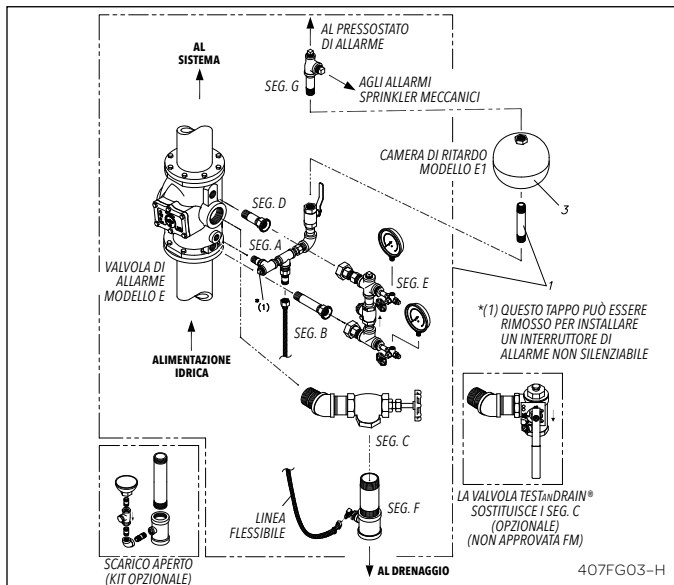
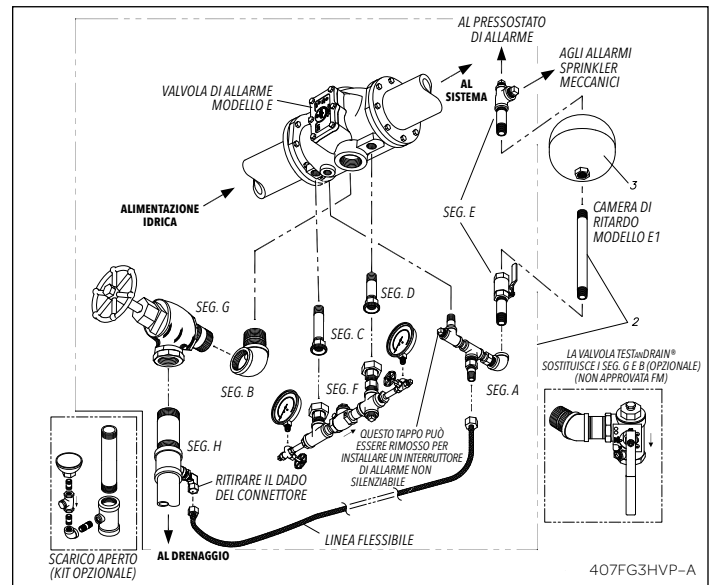

Fig. 3 – Installazione verticale a pressione variabile
Fig. 5 – Installazione orizzontale a pressione variabile
7. Installare il segmento "F" verificando l'assenza di fughe girando il giunto a T da 2" (50 mm). Orientare l'accessorio del tubo verso la parte posteriore della valvola di allarme. Collegare l'articolo 26 (porta drenaggio linea allarme) all'articolo 27 sulla linea di drenaggio, usando la tubazione flessibile fornita (articolo 11). Nota: la tubazione flessibile non deve essere attorcigliata. Nota: Un segmento kit di drenaggio linea aperta è opzionale, e deve essere acquistato separatamente, come pezzo di ricambio per il segmento F (Fig. 3) e il segmento H (Fig. 5).
• **Installazione orizzontale (Fig. 5, 6 e 8)**
Seguire la sequenza indicata per l'installazione verticale e fare riferimento alle Fig. 5 e 6.
Il movimento del coperchio della valvola (4) sul perno cerniera (8) la scanalatura della sede (3) e permette all'acqua di fluire attraverso la scanalatura verso l'uscita linea allarme e la linea allarme, Fig. 5.
Pressione variabile (Fig. 3 e 5)